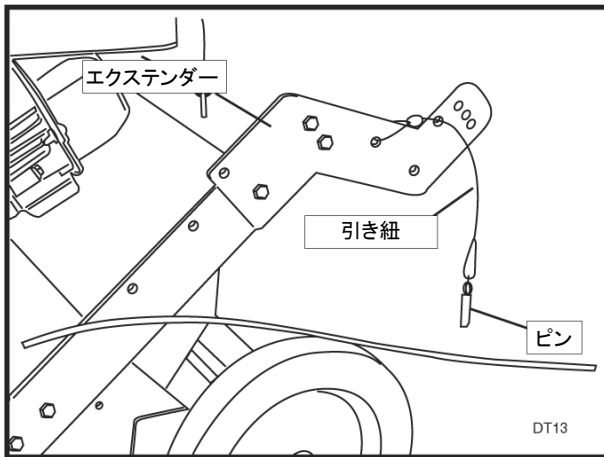

図 6
17. 下側のハンドルアッセンブリーの外側にエクステンダー 2 個を取り付けます。図 6 に示すように、エクステンダーに引き紐をピンで取り付けます。